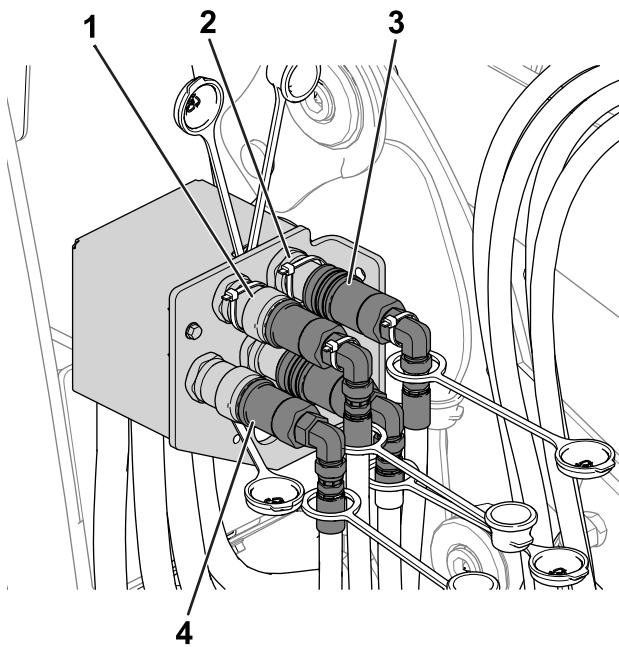

Bild 48
7. Führen Sie Folgendes aus, um die Hydraulikkupplungen zu trennen (Bild 48):